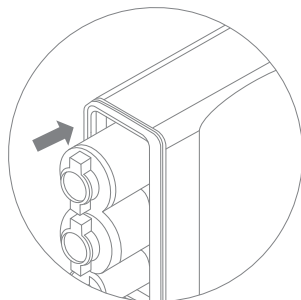

Рис. 13
6. Установите картриджи I, II и III ступени фильтрации в фильтр (рис. 13).